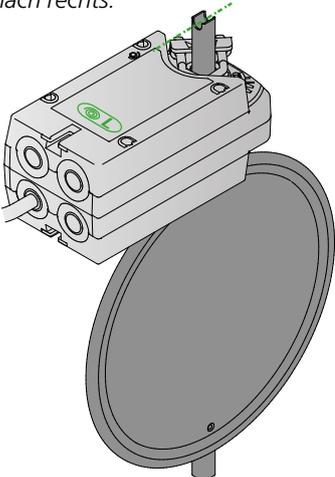

Abb. 11. Klappe geöffnet mit Überbrückung nach links (NO).
4. Montieren Sie die Wellenklammer und die Sicherungsscheibe wieder. Öffnen Sie anschließend das Klappenblatt, siehe Abb. 11.